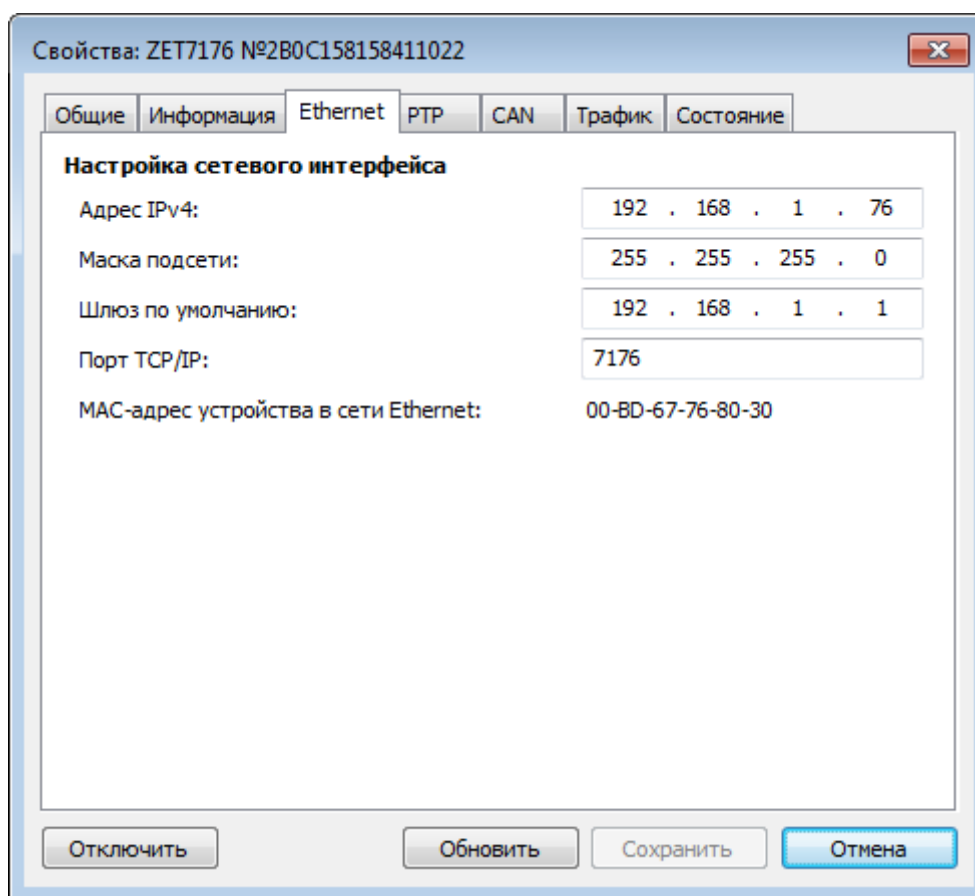

Рис. 2.10 Вкладка «Ethernet»
- во вкладке «Ethernet» в полях «Адрес IPv4», «Маска подсети», «Шлюз по умолчанию» следует задать значения сетевого адреса. Например, для работы в сети класса «С» 192.168.1.0 нужно установить конфигурацию, приведенную на рисунке (Рис. 2.10).